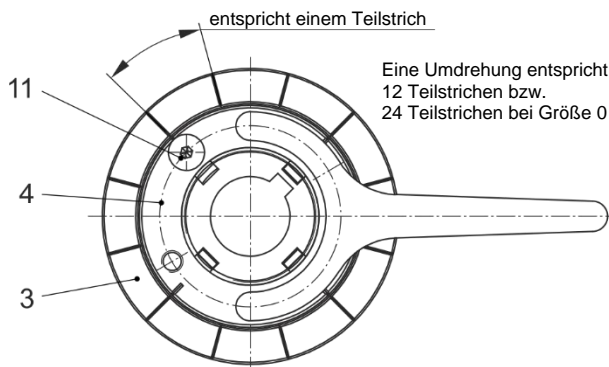

Bild 10
Die Einstellung erfolgt durch Verdrehen der Nachstellmutter. Drehen im Uhrzeigersinn bewirkt Erhöhung, gegen den Uhrzeigersinn Verringerung des Drehmoments (Blickrichtung auf die Nachstellmutter, wie im Bild 10).
1. Gewinde und Anlageflächen von Nachstellmutter (4), Sicherungsblech (10) und Nabe (1) fetten.
2. Nachstellmutter (4) von Hand zustellen, bis zur Anlage der Tellerfedern.
3. Weiterdrehen, bis die vier Kerben in der Nachstellmutter (4) und die Kerben des Schaltteils (3) übereinstimmen, Bild 10.
4. Nachstellmutter (4) mit Stirnlochschlüssel um die Anzahl der Teilstriche weiterdrehen, die dem gewünschten Drehmoment entspricht, Bild 10 (Anzahl der Teilstriche aus einem Einstelldiagramm).
5. Sicherungsschraube (11) eindrehen (Kerben an Nachstellmutter (4) und Schaltteil (3) müssen in gleicher Position stehen).
Dazu entfernen Sie die Sicherungsschraube (11) und stellen die Teilstriche mit einem Stirnlochschlüssel nach, Bild 10. Anschließend wird die Sicherungsschraube (11) wieder eingedreht, wobei die vier Kerben in der Nachstellmutter (4) und die Kerben des Schaltteils (3) in gleicher Position stehen müssen.